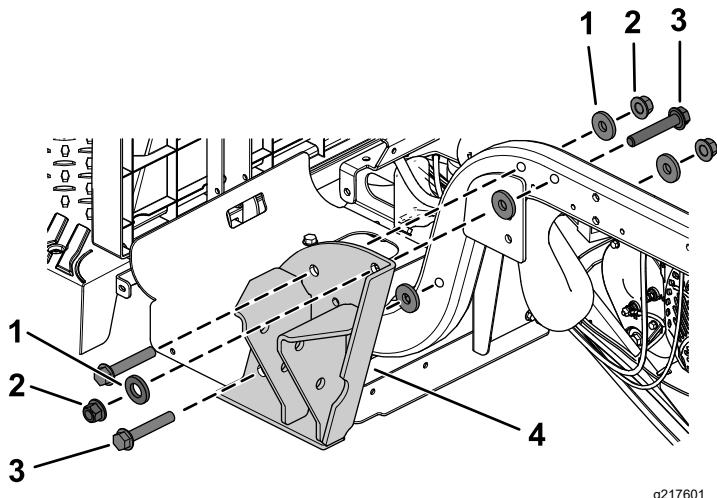

图 25
1. 如图 25 所示用 3 个凸缘头螺栓 $\frac{1}{2} \times 3$  英寸、5 个扁平垫圈 $\frac{1}{2}$  英寸和 3 个锁紧螺母 $\frac{1}{2}$  英寸安装 ROPS 支架。
**注意** 如图 25 所示确保将 2 个扁平垫圈安装到外侧。